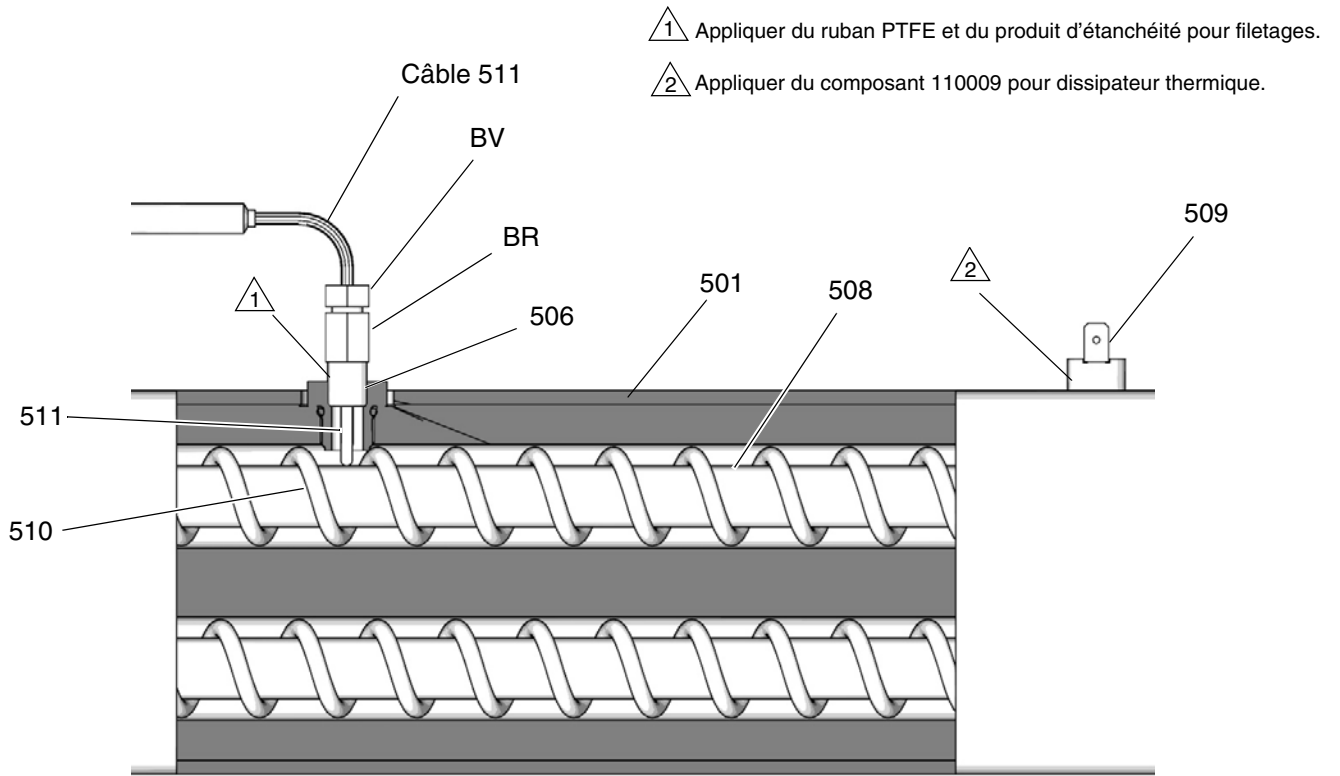

FIG. 69 : Thermocouple
- Sortir les fils du thermocouple du boîtier électrique (C). Noter le cheminement des fils car il faudra procéder de la même manière pour les remettre en place.
- Voir FIG. 69. Desserrer l'écrou de la virole (BV). Retirer le thermocouple (511) du boîtier du réchauffeur (501), puis retirer le boîtier du thermocouple (BR). Ne pas retirer l'adaptateur du thermocouple (506) à moins de devoir aussi retirer le mélangeur (510). Si l'adaptateur doit être retiré, s'assurer que le mélangeur (510) ne sera pas un obstacle au moment de remplacer l'adaptateur.
- Remplacer le thermocouple. Voir FIG. 69.
- Retirer le ruban de protection de la pointe du thermocouple (511).
- Appliquer un ruban PTFE et de la colle à filetage sur le filetage mâle, puis visser le boîtier du thermocouple (BR) sur l'adaptateur (506).
- Enfoncer le thermocouple (511) de sorte que la pointe soit en contact avec l'élément chauffant (508).
- Tout en maintenant le thermocouple (511) contre l'élément chauffant, visser manuellement l'écrou de la virole (BV) et le serrer ensuite de 1/4 de tour.
- Introduire les fils du thermocouple dans le boîtier électrique (C) et les raccorder au faisceau comme auparavant. Rebrancher les fils sur la carte.
- Mettez les chauffages A et B en marche simultanément à titre d'essai. Les températures doivent monter de façon égale. Si un réchauffeur affiche une température basse, desserrer l'écrou de virole (BV) et serrer le boîtier du thermocouple (BR) de sorte que la pointe du thermocouple (511) soit bien au contact de l'élément (508).